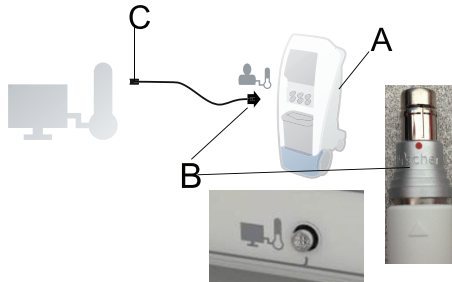

Figure 6 –
1. Aligner le point rouge sur le **câble de température du patient réutilisable** (B) avec le port de dispositif externe du contrôleur (A) (Figure 6).